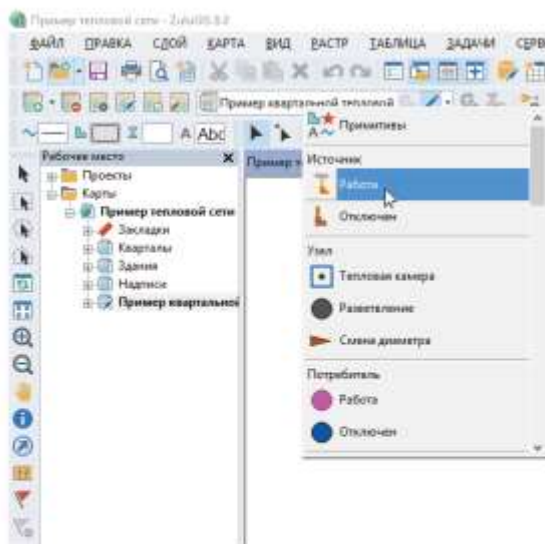

Рисунок 5.4. Выбор режима источника
2. Нажать кнопку выбор типа  и в выпадающем списке выбрать режим источника Работа (то есть включен), смотрите Рисунок 5.4. «Выбор режима источника».